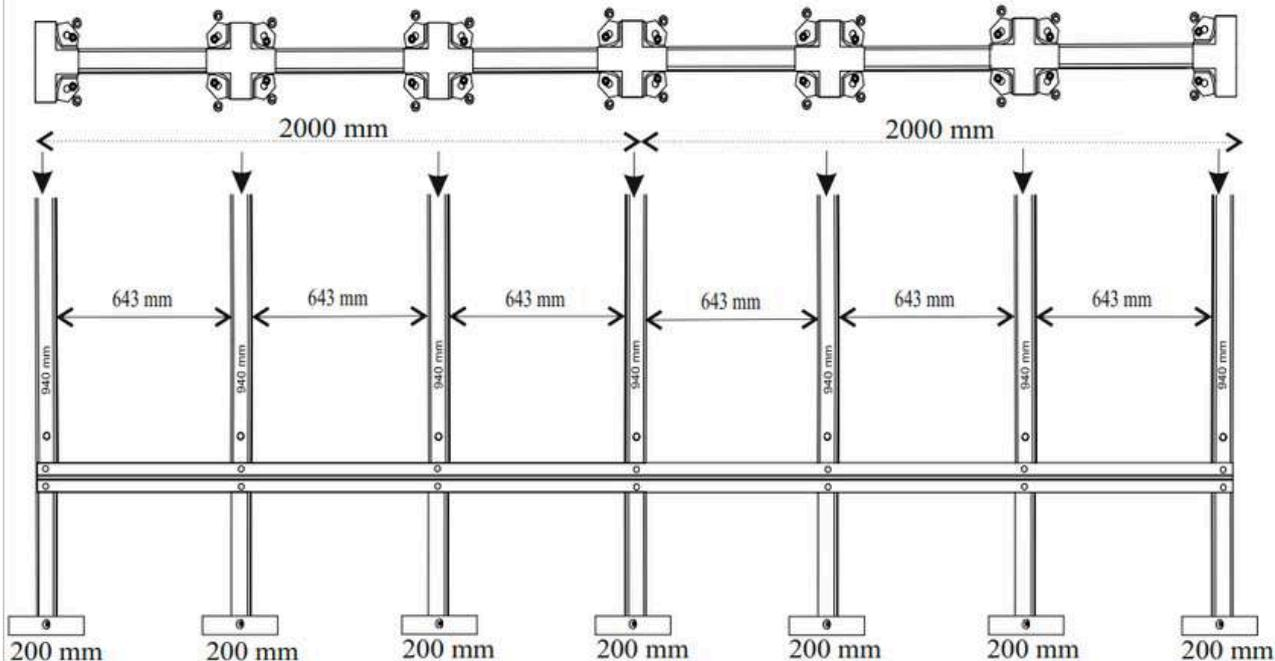

Fig. 7
**8-** Fixez la fixation transversale de l'arche préparée (No 8) sur les supports d'arche inférieurs assemblés montés sur la fondation en utilisant les pièces en T et les unités à quatre branches pré-assemblées en les serrant avec des boulons M5-16 et des écrous. La distance entre les arches doit être égale. Vous pouvez utiliser la fixation transversale supérieure de l'arche (643 mm de long, No 9) pour vérifier la distance. Effectuez la même action des deux côtés. **VOIR FIG. 7. NOTE : Laissez les extrémités des pièces en T et des unités à quatre branches libres, ne les serrez pas fermement.**